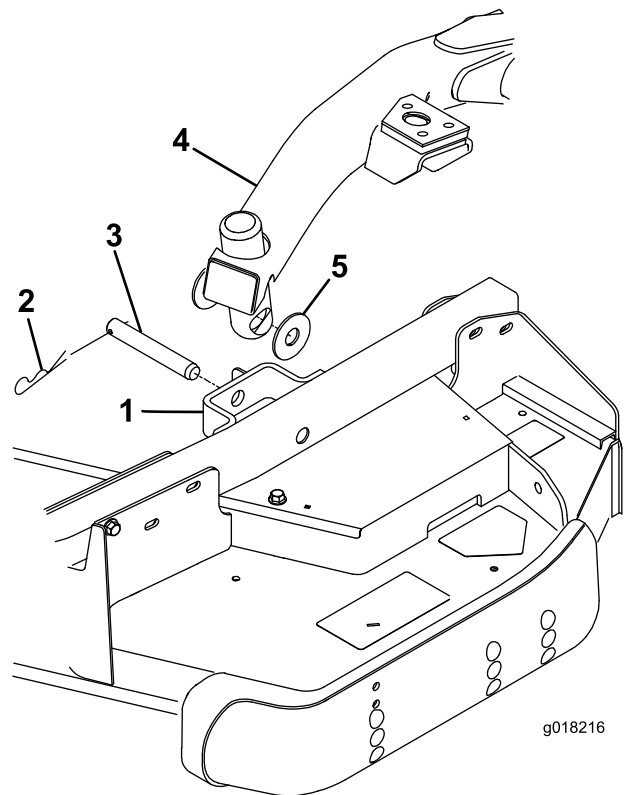

Bild 4
- Entfernen Sie die zwei Druckscheiben, den Lastösenbolzen und Splint aus der Halterung jedes Laufradarms am Mähwerk (Bild 4).
- Stellen Sie den Hubhebel nach vorne auf die Schweben-Stellung. Drücken Sie einen Hubarm nach unten, bis die Löcher im Hubarm mit den Löchern in der Laufradarm-Halterung ausgefluchtet sind (Bild 4).
- Befestigen Sie den Hubarm mit zwei Druckscheiben, einem Lastösenbolzen und einem Splint am Laufradarm. Legen Sie die Druckscheiben zwischen den Hubarm und die Halterung des Laufradarms (Bild 4). Setzen Sie das Ende des Splints in den Schlitz im Laufradarm ein, um den Splint zu arretieren.